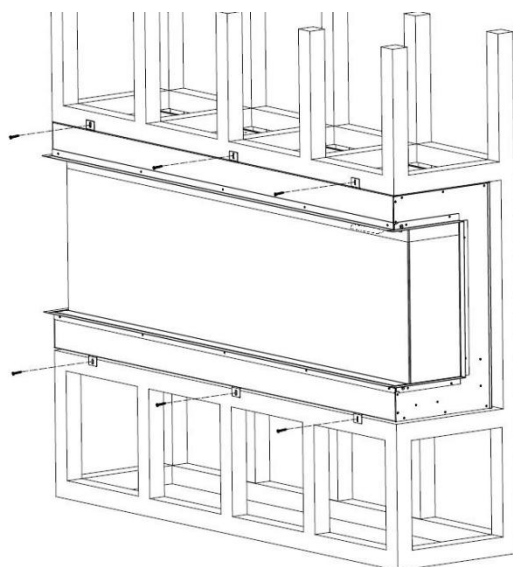

Fig.3-3
6. Insira a lareira na abertura da parede. Insira os parafusos de fixação nos suportes e nas vigas da parede. Ligue e verifique se a lareira funciona corretamente. Fig. 3-3